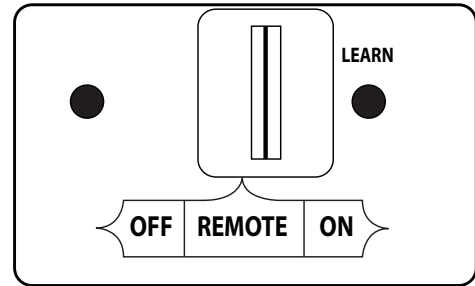

Fig. 44-1 Détail récepteur de télécommande (ON / SUR)
1. Repérez l'interrupteur à 3 positions sur le récepteur de télécommande (voir Fig. 44-1), Et faites glisser le commutateur en position **ON** (sur).